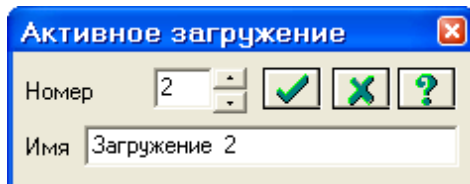

Рис.12.14. Диалоговое окно **Активное загрузке**
- Смените номер текущего загрузки, вызвав диалоговое окно **Активное загрузке** (рис.12.14) с помощью меню **Нагрузки** ⇒ **Выбор загрузки** (кнопка  на панели инструментов).